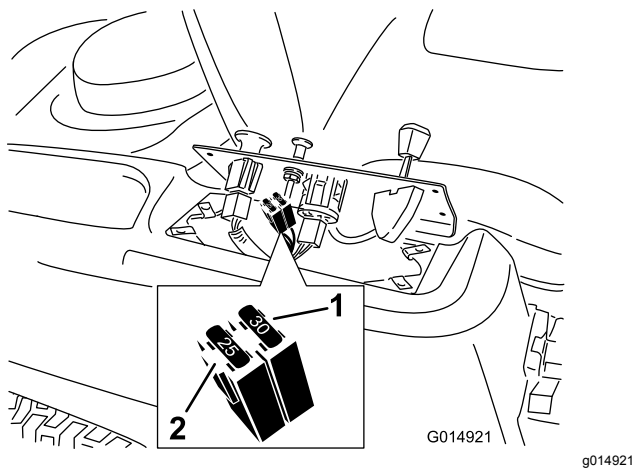

Figura 48
2. Sollevate la plancia per accedere al cablaggio preassemblato principale e al portafusibili (Figura 48).
3. Per sostituire un fusibile, tiratelo (Figura 48) ed estraetelo dall'attacco.